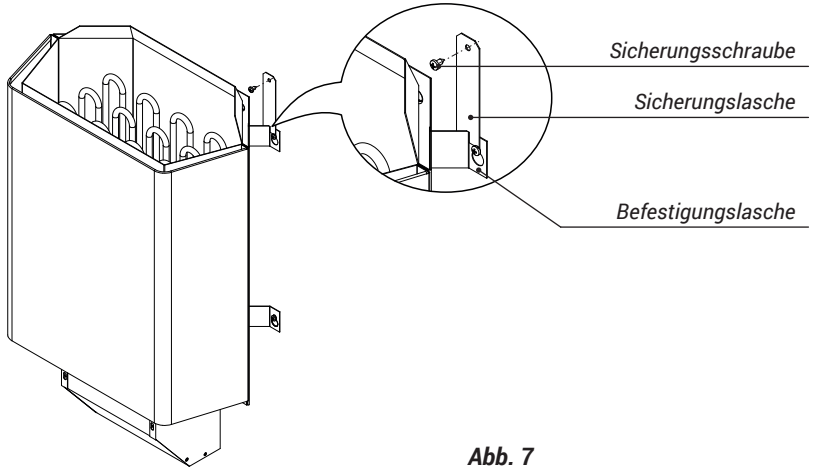

Abb. 7
- Anschließend das Saunaheizgerät durch montieren der Sicherungslasche wie in Abb. 7 sichern.